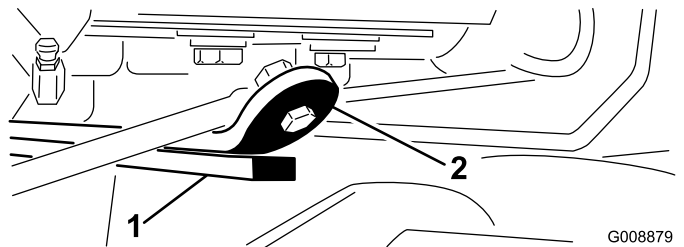

Figura 28
- 3. Avviate il motore, sollevate i bracci di sollevamento e verificate che il gioco tra la cinghia di usura sopra la barra di usura dell'apparato di taglio posteriore e la cinghia paracolpi sia di 0,51-2,54 mm (Figura 28).